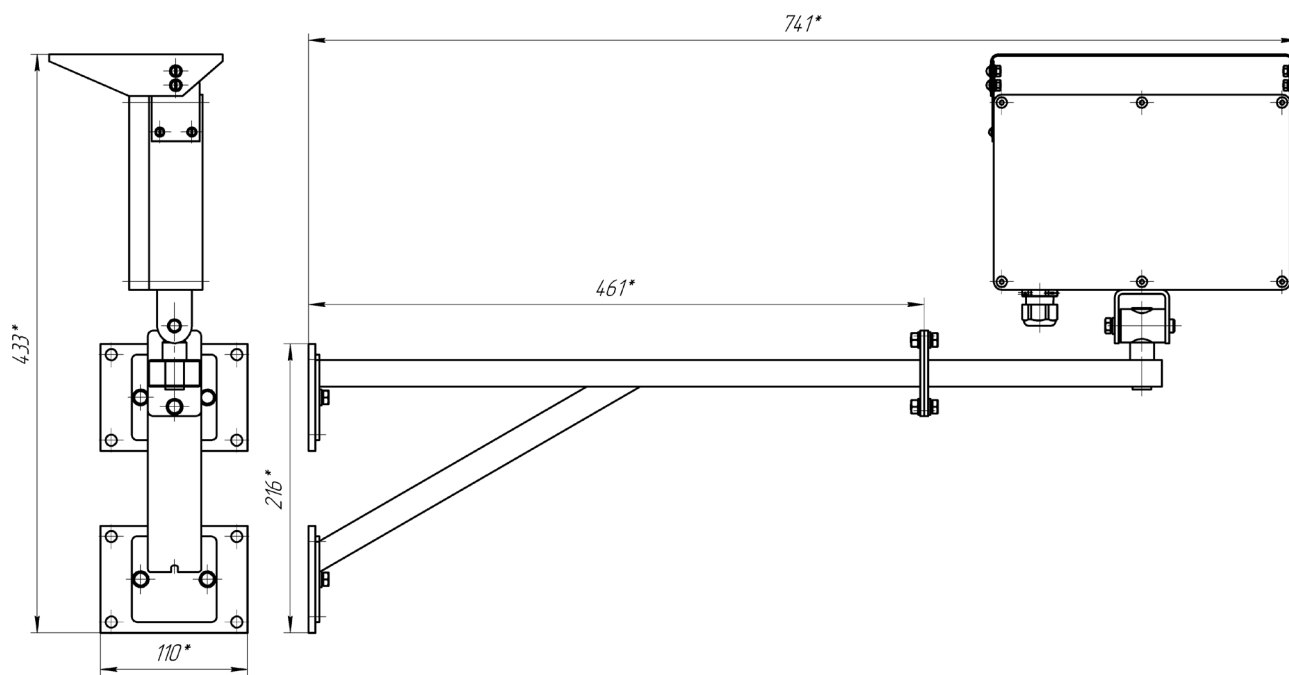

Рисунок 16 – Габаритные размеры извещателя с КМ4.
- 1.4.2.13. Ориентировочные габаритные размеры извещателя с КМ4 приведены на рисунке. (Рисунок 16)